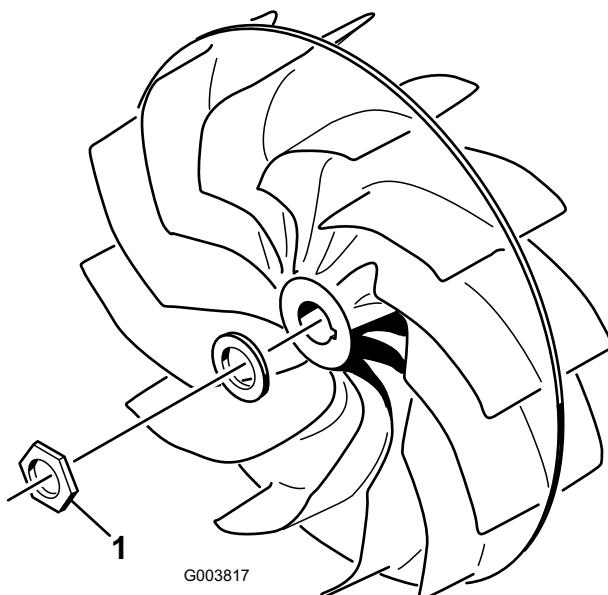

Figura 12
- Il dado di montaggio della ventola (Figura 12) deve essere serrato ad una coppia di 678 Nm.